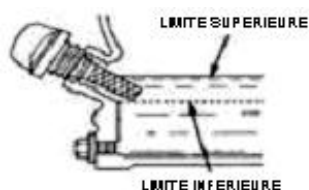

Figure 4. Jauge d'huile moteur
4. Si le niveau d'huile est bas (Figure 4), remplir jusqu'au bord de l'orifice du filtre à huile avec le type d'huile recommandé (Tableau 3). Capacité maximum d'huile : 400 cc.